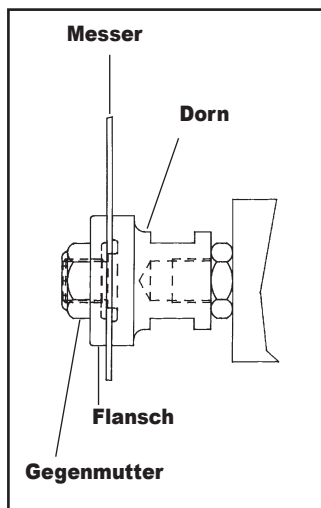

ABB. 2
- a. Standarddorn – Messer in den Dornansatz (Durchmesser =  $\frac{5}{8}$ " (15,9 mm), siehe Abb. 2) einsetzen. Bauen Sie den Flansch mit der entlasteten Seite zum Messer hin ein. Schrauben Sie anschließend die Gegenmutter auf. Ziehen Sie, während Sie einen Schraubenschlüssel (im Lieferumfang) an den flachen Seiten des Dorns ( $\frac{7}{16}$ ) angesetzt haben, die Gegenmutter des Dorns fest. Das Messer muss vollständig auf dem Dornansatz sitzen und bündig zur Dornoberfläche liegen.
Detailansicht des Flanschs aus Abb. 2 und 3 auf der rechten Seite